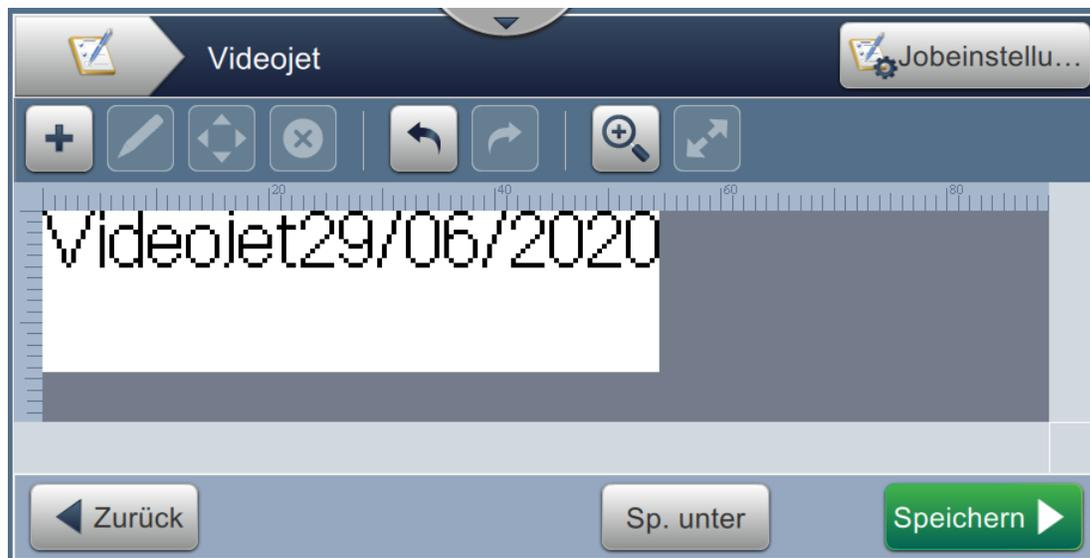

Abbildung 5-24: Datumsfeld.
21. Berühren Sie die Schaltfläche , um die vorgenommenen Änderungen zu speichern. Das Datumsfeld wird im Auftrag eingefügt (siehe Abbildung 5-24).